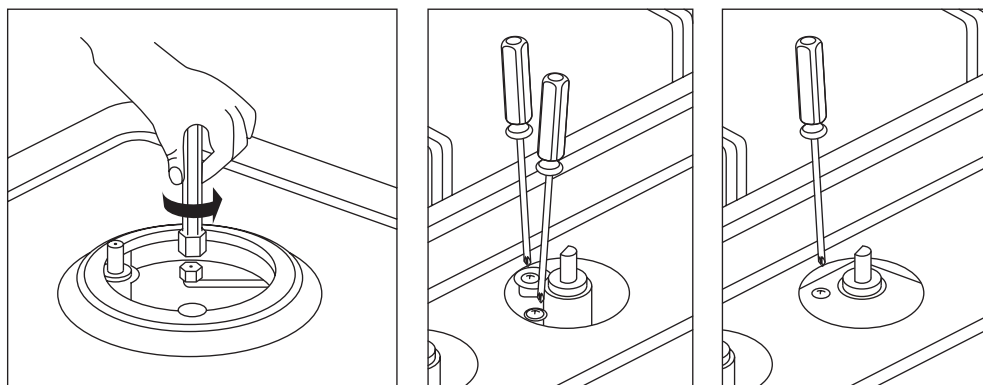

Рис. 9
- снимите рукоятку и вращайте ее регулировочный винт (расположен сбоку или внутри стержня регулятора) в разные стороны пока пламя не станет малым, но устойчивым (рис. 9).
Горелка гаснет при установке рукоятки в положение «Слабое пламя»	<ul style="list-style-type: none"><li>– Отверстия в горелке не забиты.</li><li>– Вокруг нет сильных сквозняков.</li><li>– Минимум подачи газа установлен корректно (см. Рис.9 и раздел «регулировка минимального пламени»).</li></ul>